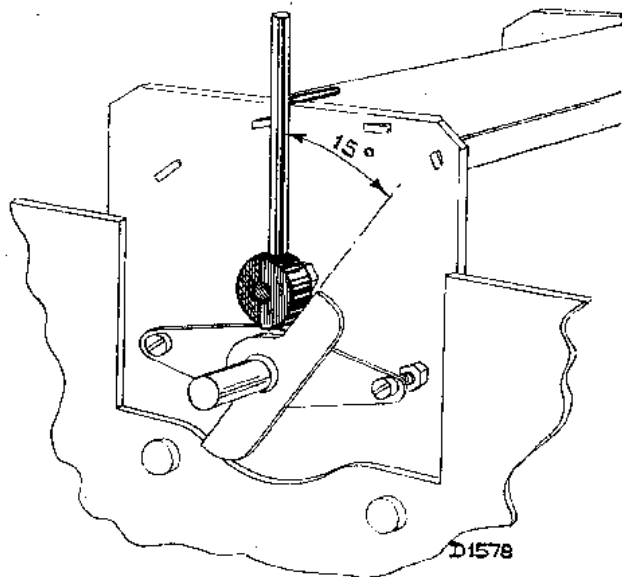

Fig. 4
4. Een instelmal voor de variabele condensator, n.l. van 15°, zie fig. 4.
1. S.O. instellen op 360 Kc (833 m) en dit signaal via normale kunstantenne toevoeren aan antennebus, 15° mal aanbrengen (zie fig. 4).